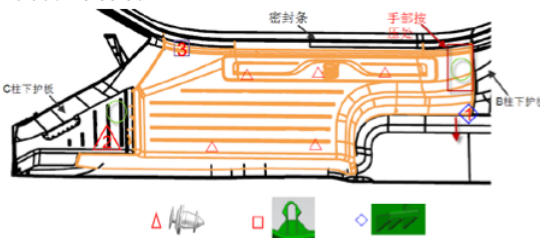

图 7-2-3-1 后门槛拆卸示意图
- (1) 首先松开后门槛配合带的门框密封条；
- (2) 如图 7-2-3-1，从 B 柱下护板处开始，用手 Z 向按压后门槛，将 1 处的卡脚沿箭头方向从 B 柱分离，再用力将 2 处卡扣 Z 向从钣金分离，然后再用力将 3 处卡脚 Z 向从 C 柱下护板拉出，最后将剩余卡扣往 Z 方向拉出脱离钣金，即可卸掉后门槛。